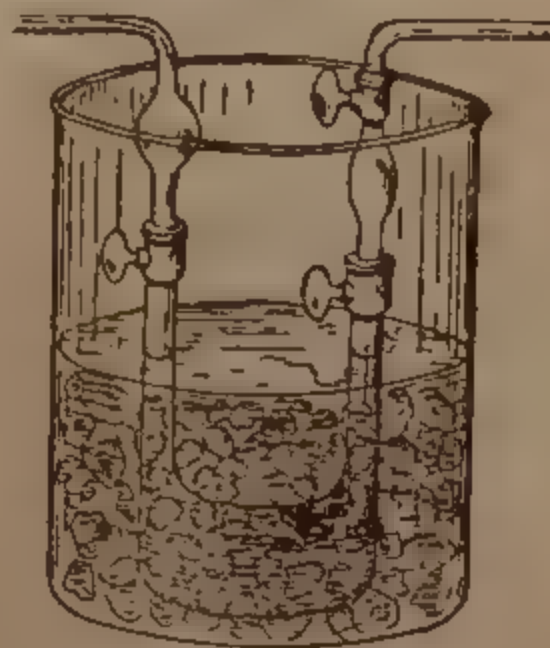

FIG. 102. - Liquefazione dell'anidride solforosa.
L'anidride solforosa che si sviluppa, lavata ed essiccata, si raccoglie in tubi ad U muniti di rubinetto e tenuti in una miscela frigorifera in modo che il gas liquefa (fig. 102).
**PROPRIETÀ FISICHE.** — È un gas incolore velenoso con odore soffocante, irritante che eccita la tosse; è più pesante dell'aria (dens. 2,23): si riduce facilmente in un liquido incolore mobile sia comprimendolo a 3 atmosfere (a temperatura ordinaria), sia raffreddandolo a  $-15^\circ$  (a pressione ordinaria): quindi facendo arrivare dell'anidride solforosa in un tubo a forma di U immerso in un miscuglio frigorifero (fig. 102) l'anidride diventa liquida, e chiudendo i due rubinetti si può estrarre il tubo senza che l'anidride ritorni gassosa: quando ritorna dallo stato liquido a quello gassoso assorbe una notevole quantità di calore producendo una temperatura di quasi  $-60^\circ$ .